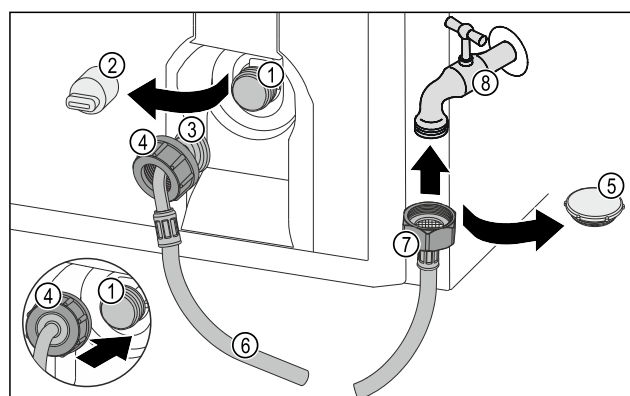

Fig. 33
- Rimuovere il coperchio di chiusura Fig. 33 (5).
- Posizionare l'estremità del flessibile diritta Fig. 33 (7) sul rubinetto dell'acqua Fig. 33 (8).
- Stringere in senso orario sull'estremità del flessibile diritta Fig. 33 (7) in senso orario.